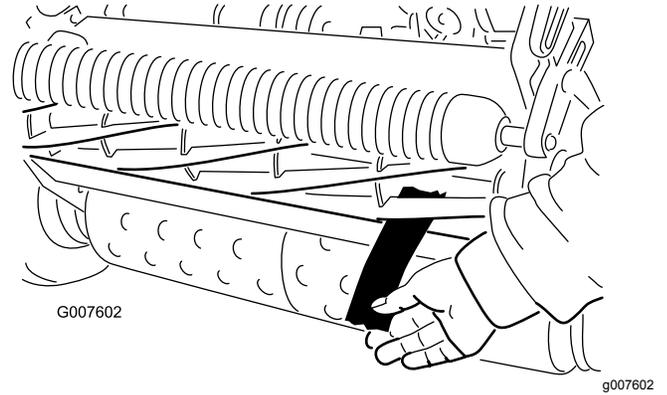

图53
12. 在滚刀与底刀间插入一长条剪切性能检测纸纸要与底刀垂直检测剪切性能图53。缓慢向前旋转滚刀滚刀应剪切检测纸。